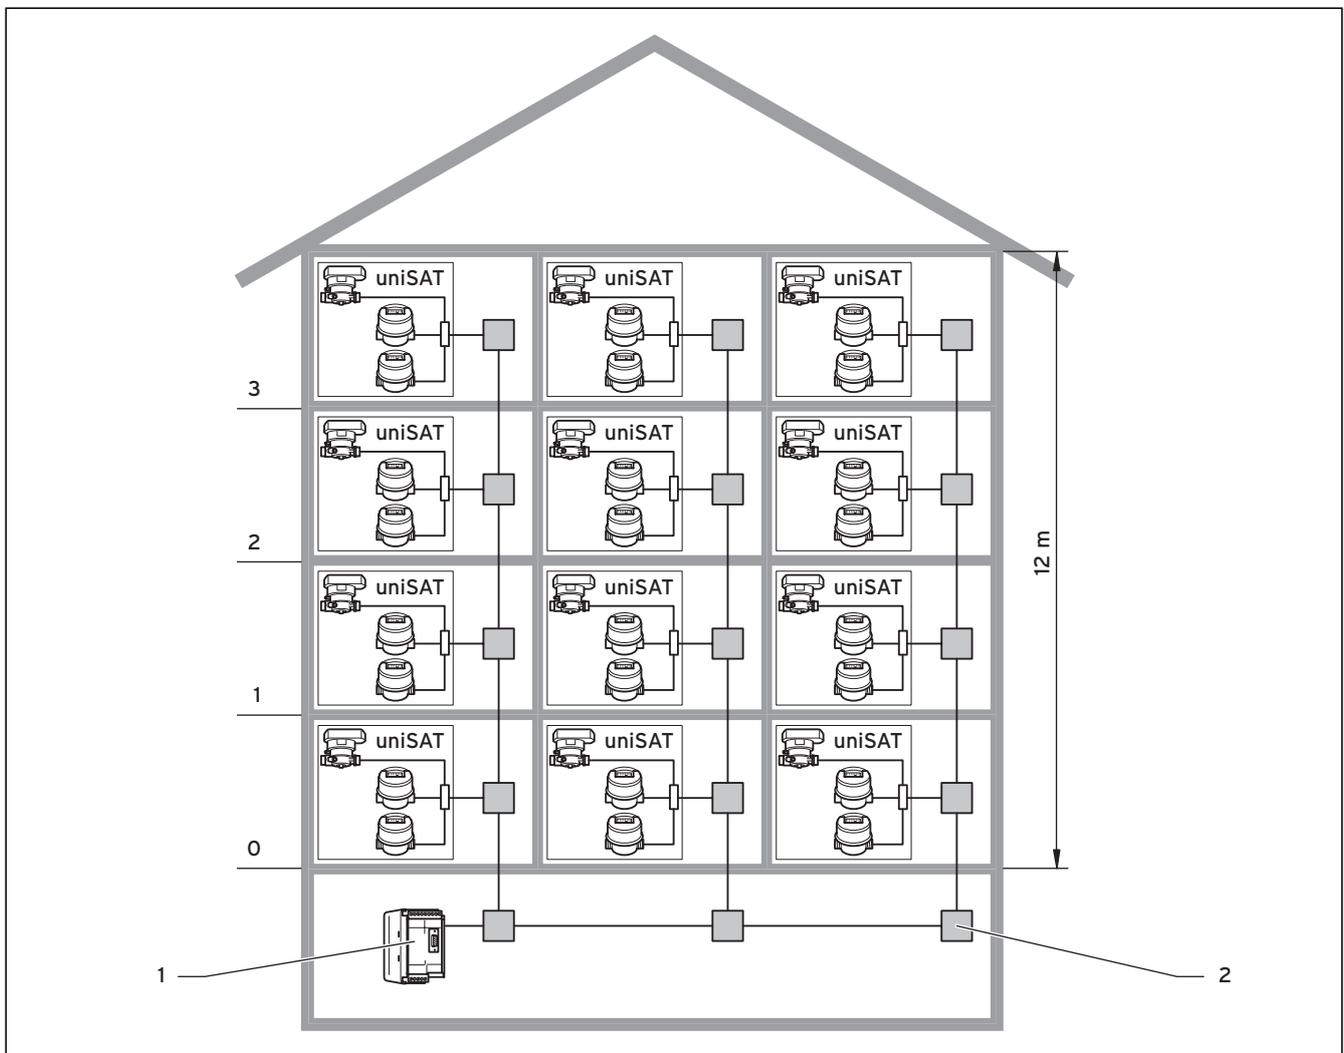

Abb. 5.14 M-Bus Installation: Kabelführung in Strangform
- Montieren Sie die einzelnen M-Bus-Komponenten entsprechend der jeweiligen Bedienungsanleitung. Ein Beispiel einer M-Bus-Installation in einem Mehrfamilienhaus mit vier Etagen ist in Abb. 5.14 dargestellt.